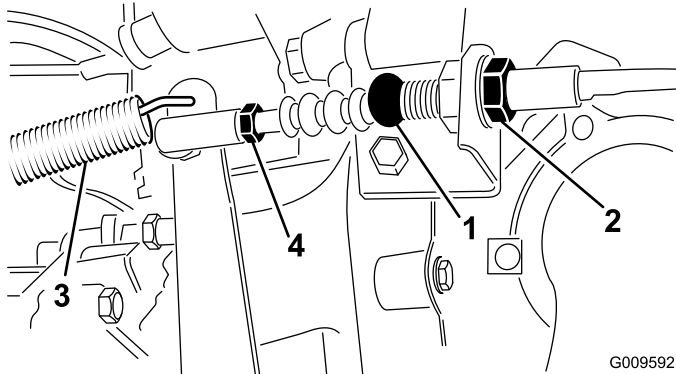

Bild 69
1. Lösen Sie die Klemmmuttern, mit denen das Kupplungskabel an der Halterung am Glockengehäuse befestigt ist (Bild 69).